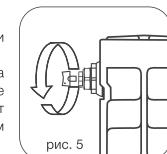

рис. 5
- Для удаления воздуха из радиатора в верхний коллектор обязательна установка крана Маевского или автоматического воздухоотводчика. Для удаления воздуха через кран Маевского необходимо периодически (несколько раз в год) вручную стравливать его с помощью специального ключа* (рис. 5).